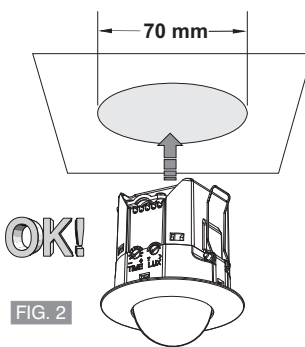

FIG. 2
- Eseguire un foro del diametro di circa 70 mm nel controsoffitto (fig. 2).
• Drill a diameter of 70 mm round hole on the false ceiling (fig. 2).